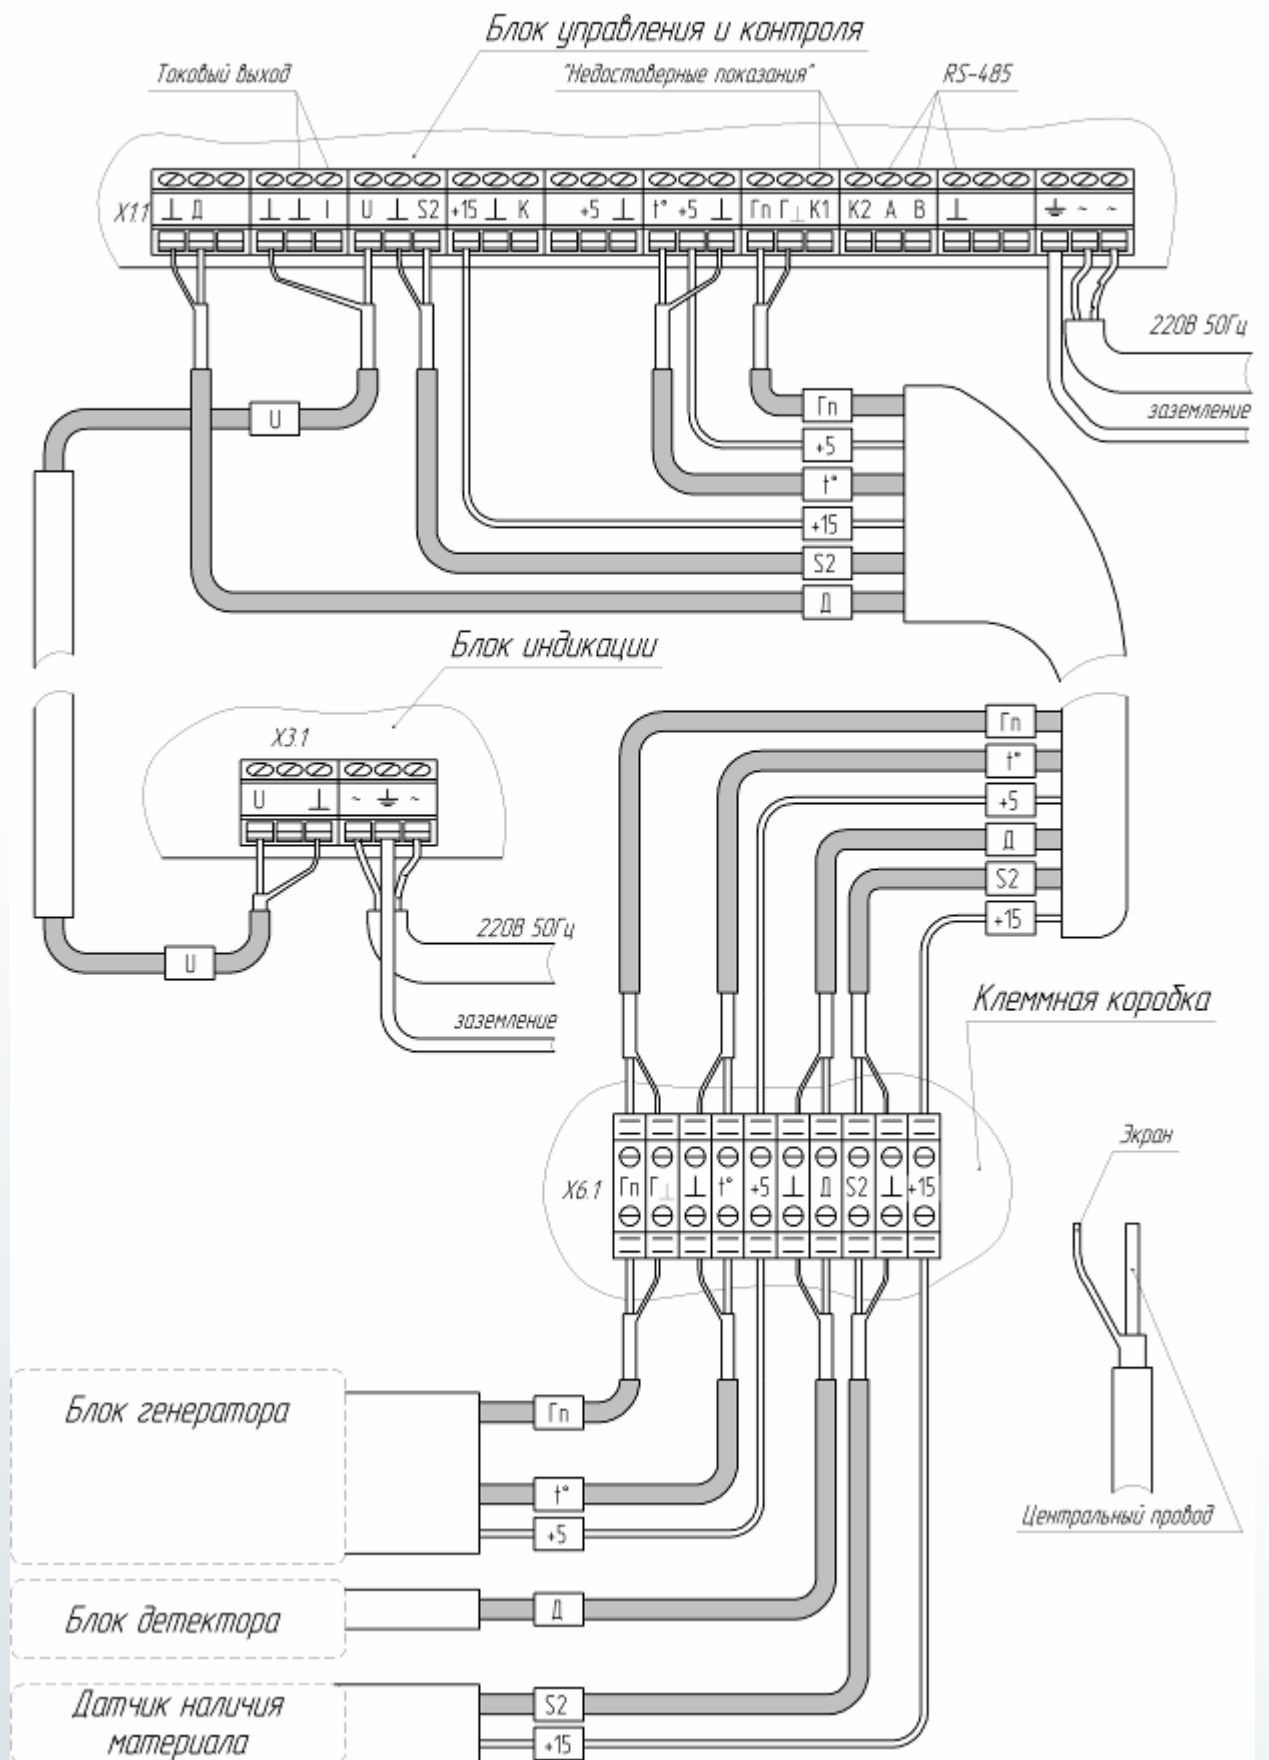

Рис. 6.4. Соединение блоков влагомера
Соединение блоков производится согласно схеме электрической соединений (см. приложение 2) и Рис. 6.4, 6.5.
7.2.1. Отключите от клеммной колодки блока генератора X2.1 (см. Рис. 6.4) провод питания генератора (маркировка «Гп»). Включите питание влагомера и переключите влагомер на градуировку №9 (последовательно нажмите кнопки «ВыБ», «9» и «ВВОД»).
7.4.2. Выключите питание влагомера. Отключите от клеммной колодки блока управления и контроля (Х1.1 на Рис. 6.4) все кабели, кроме кабеля питания. Подключите к блоку управления и контроля тест-плату диагностическую в соответствии с указаниями, изложенными в п. 4.3.1.1 Руководства по диагностике (РД113АН.000-03).
Отключите питание влагомера, отключите тест-плату и подключите обратно кабели к клеммной колодке блока управления и контроля (Х1.1 на Рис. 6.4).
Удлиненный кабель включается на место штатного между клеммной колодкой клеммной коробки (Х6.1 на Рис. 6.4) и клеммной колодкой блока управления и контроля (Х1.1 на Рис. 6.4). Подсоединение кабеля выполняется в соответствии с п. 6.3 настоящей инструкции.
- Отсоедините от клеммной колодки клеммной коробки (Х6.1 на Рис. 6.4) соединительный кабель блока, который необходимо демонтировать.
- Отключите от клеммной колодки блока управления и контроля (Х1.1 на Рис. 6.4) кабель сети питания и извлеките его из блока управления и контроля, ослабив затяжную гайку кабельного ввода.
- Отключите от клеммной колодки блока управления и контроля (X1.1 на Рис. 6.4) соединительный кабель блок управления и контроля – блок индикации.
- Отключите от клеммной колодки блока индикации (X3.1 на Рис. 6.4) кабель сети питания и извлеките его из блока индикации, ослабив затяжную гайку кабельного ввода.
- Отключите от клеммной колодки блока индикации (X3.1 на Рис. 6.4) соединительный кабель блок управления и контроля – блок индикации и извлеките его из блока индикации, ослабив затяжную гайку кабельного ввода.